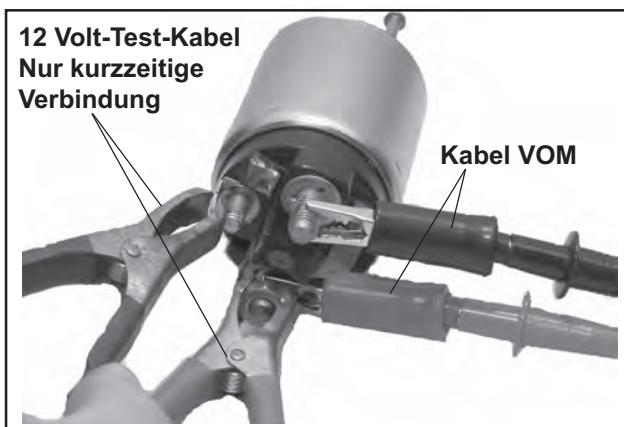

Abbildung 8-75. Durchgangstest Kontakt Magnet/
Einen Ohmmeter, der auf die Skala Rx2K oder auf Tonanzeigen eingestellt ist, verwenden und die beiden Kabel des Ohmmeters an die beiden großen Endverschlüsse anschließen. Den vorigen Test (1) ausführen und auf das Vorhandensein des Durchgangs prüfen. Siehe Abbildung 8-75. Der Ohmmeter sollte Durchgang anzeigen. Ist kein Durchgang vorhanden, muss der Magnet ausgetauscht werden. Den Test mehrmals wiederholen, um das Ergebnis zu bestätigen.